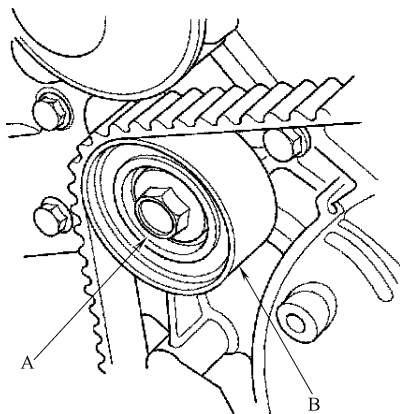

图 23-107 拆卸惰轮螺栓 A 和惰轮 B
16) 按照图 23-107 所示, 拆卸惰轮螺栓 A 和惰轮 B, 然后拆下正时带。惰轮螺栓是一次性使用的, 因此拆下惰轮螺栓后即可废弃不用。